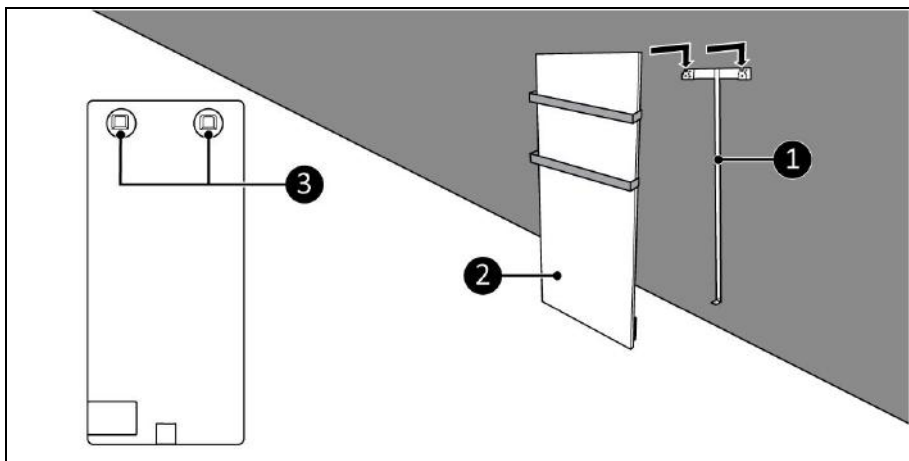

Figur 9
4. Placera väggfästet mot väggen och markera fem hål (figur 9).
6. Sätt i väggpluggar (figur 9, pos. 3).
7. Skruva fast och dra åt enhetsfästena (figur 9, pos. 1) med fem stora skruvar (figur 9, pos. 2) i väggen genom att använda en stjärnskruvmejsel (figur 9, pos. 4).